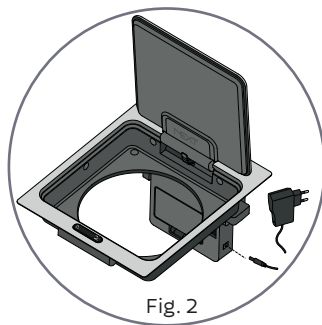

Fig. 2
2) É possível ligar a lixeira a uma fonte de energia elétrica, (Fig. 2).
2) The waste bin can be connected to an electrical power source, (Fig. 2).
2) Es posible conectar el basurero a una fuente de energía eléctrica, (Fig. 2). Entrada: 110 V a 220 V [Bivolt Automático], 50-60 Hz.